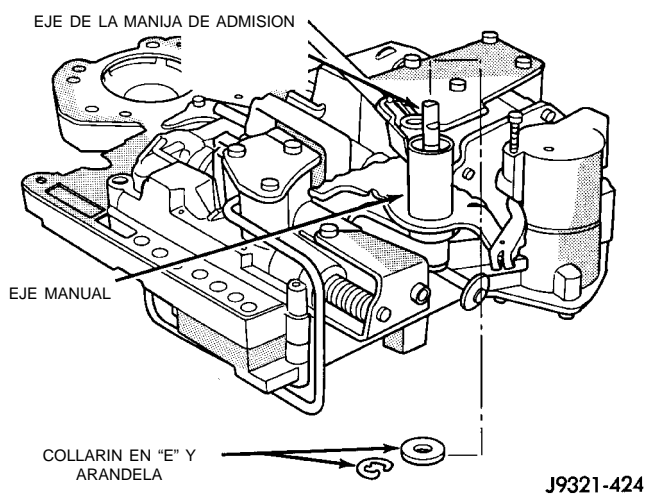

Fig. 56 Collarín en "E" y arandela de la manija de admisión
(17) Retire el collarín en "E" y la arandela que retiene el eje de la manija de admisión en la palanca manual (Fig. 56).